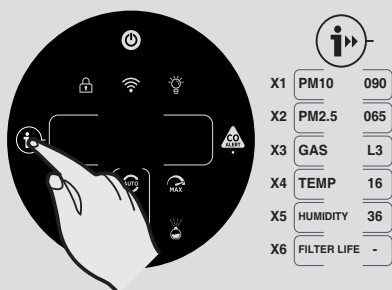

Рис. 8
### Функция ИНФОРМАЦИИ [Рис. 8]:
- Нажмите кнопку ИНФОРМАЦИИ и следуйте инструкциям по сбросу функции очистки фильтра, удерживая кнопку в течение 3 секунд; после успешного сброса будет передан звуковой сигнал. [Рис. 8]